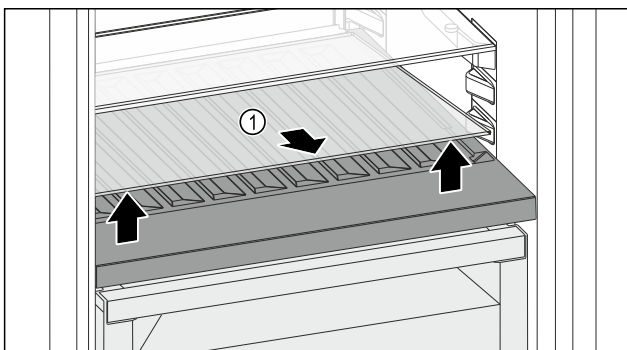

Fig. 132
- ▶ Glasplatte Fig. 132 (1) an der Aussparung vorne anheben und herausnehmen.
- ▶ Glasplatte Fig. 132 (1) außerhalb des Geräts sicher aufbewahren.